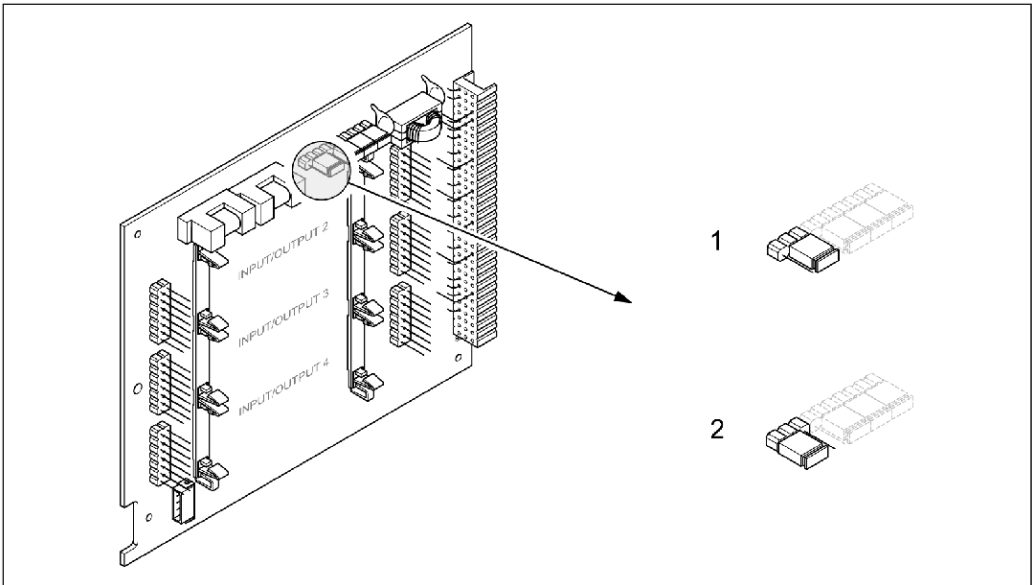

图30: HART写保护功能的切换
- 3.通过跨接线（图30），实现HART写保护功能激活（on）或禁止（off）的切换。